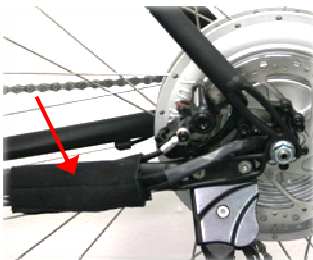

Abbildung 1
- nehmen Sie den Akku ab (Abb. 1 + Abb. 4)
- nehmen Sie den Neoprenschutz ab (Abb. 1 + Abb. 4)